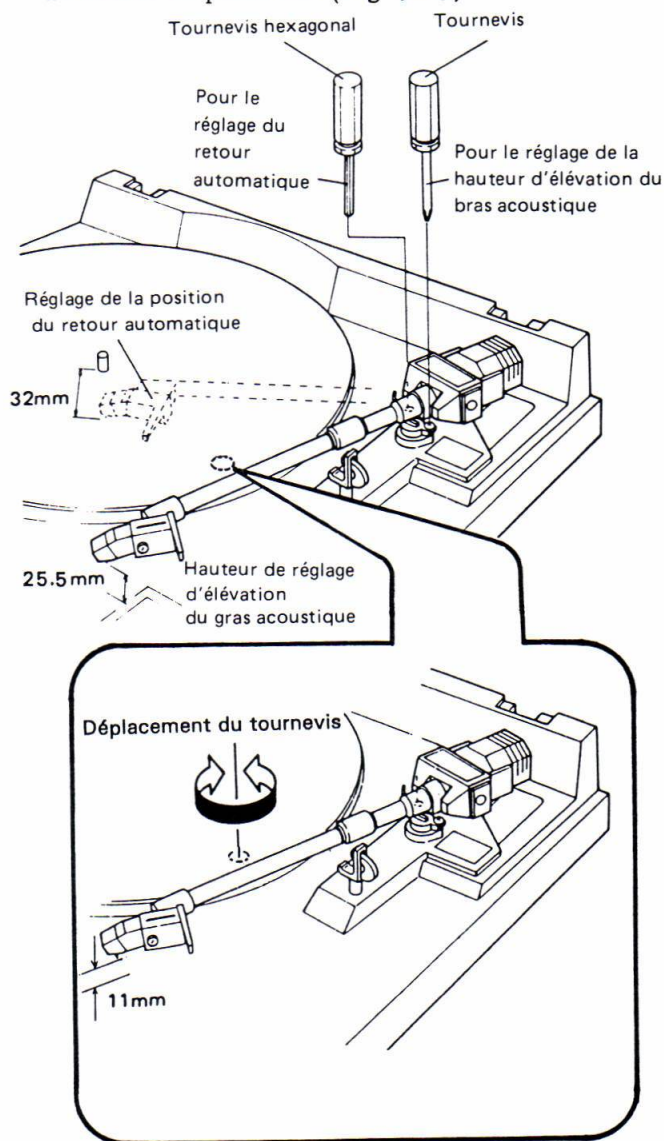

Fig. 8-3 Réglages de la hauteur d'élévation du bras acoustique et du retour automatique
5. Arrêter de tourner la vis de réglage sur le point pour lequel il y a un écart de 32mm entre la pointe de lecture et l'axe central. (Fig. 8-3)
2. Régler la vis en dessous de la platine de lecture de telle manière que la hauteur de la pointe de lecture soit de 11 mm au-dessus du panneau. La pointe de lecture se lève lorsque l'on tourne la vis de réglage dans le sens contraire des aiguilles d'une montre. (Fig. 8-3)
4. Régler les vis du côté de l'interrupteur d'élévation du bras acoustique de telle manière que la hauteur de la pointe de lecture soit de 25,5 mm au-dessus du panneau. (Fig. 8-3)